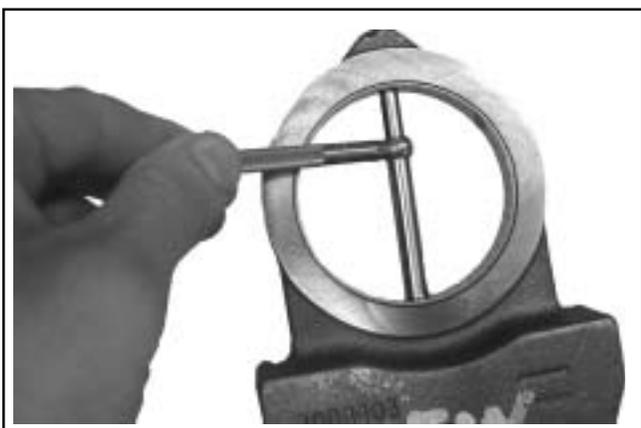

Figura 9-4. Misurazione della superficie portante del contrappeso.
1. Utilizzando un micrometro per interni, un calibro telescopico o un calibro per fori, misurare il diametro interno della superficie portante del contrappeso. Effettuare due misurazioni perpendicolari tra loro su ogni peso. Vedere Figura 9-4.